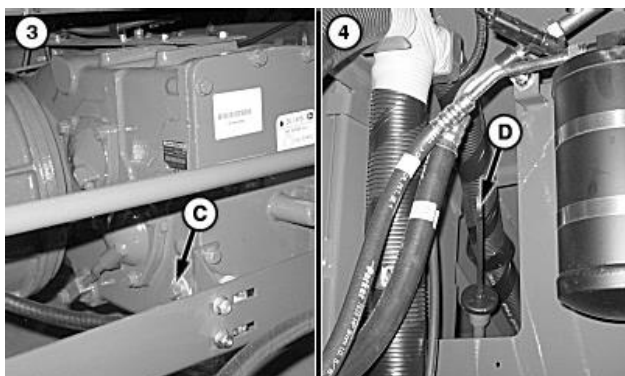

Рис.4.58 – Перевірка рівня трансмісійної оливи (1) та оливи в редукторі первинного проміжного валу (4)
23. Перевірити рівень трансмісійної оливи, при необхідності долити до рівня не нижче 12 мм від нижнього краю отвору (рис.4.58).
24. Перевірити щупом (D) рівень оливи в редукторі первинного проміжного валу, при необхідності долити (рис.4.58).